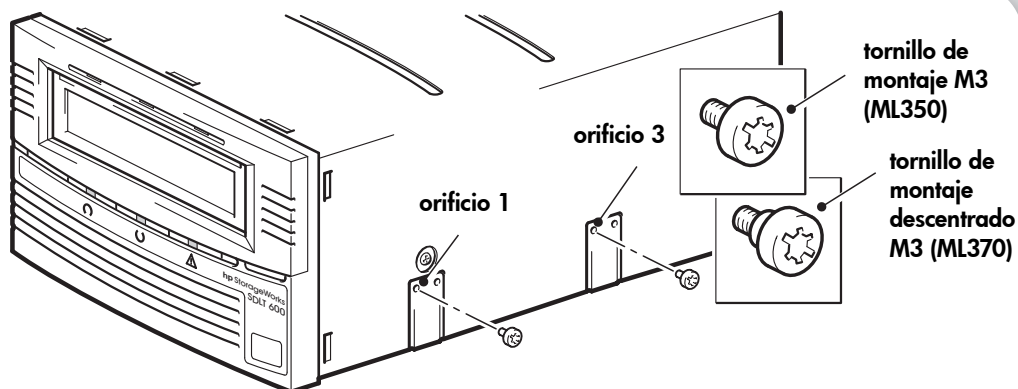

Figura 5c: fijación de los tornillos de montaje en un servidor HP ProLiant ML350 o 370 típico
- 1 Utilice un destornillador Torx T8 para fijar los tornillos adecuados. Tal vez deba adquirir los tornillos M3 por separado. Introduzca los tornillos en los orificios de la derecha de la unidad de cinta (orificios 1 y 3), tal como se muestra en la Figura 5c.